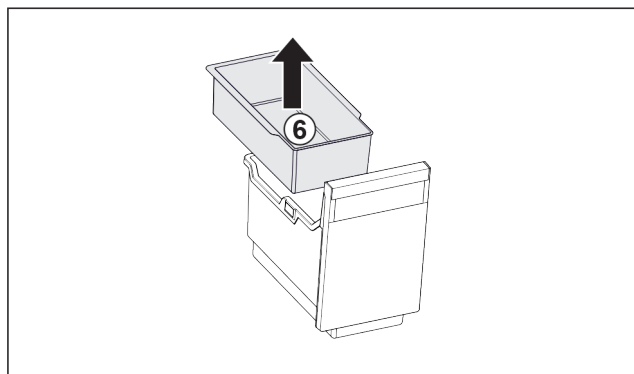

Fig. 26
- ▶ Vyjměte závěsnou misku Fig. 26 (6).